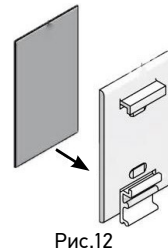

Рис.12
- 4.1. Наклеить по одному куску скотча на обе платформы (Рис.12).